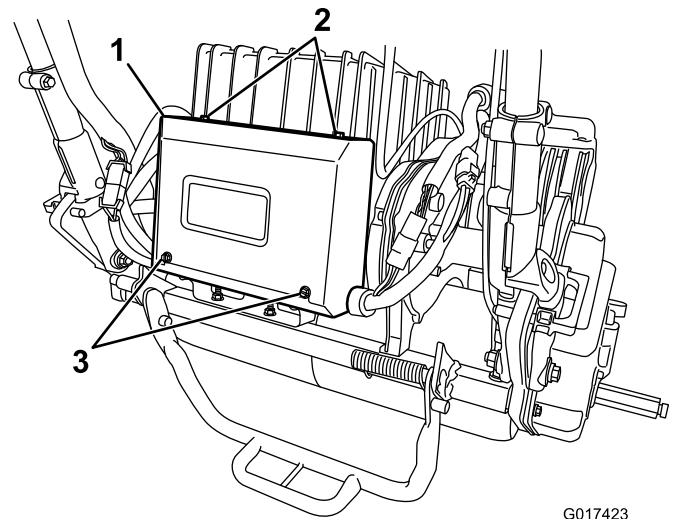

Bild 35
2. Entfernen Sie die zwei hinteren Schrauben vom Elektrokasten und lösen Sie die zwei oberen Schrauben; nehmen Sie dann die Kastenabdeckung ab (Bild 35).